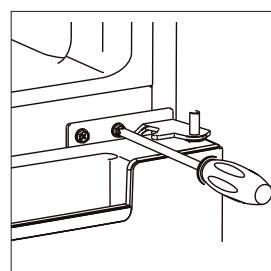
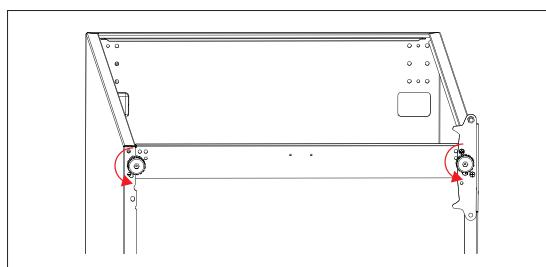

Fig. 8
Fig. 9
- ▶ Fjern det mellemste hængsel (6) ved at løsne skruerne (fig. 8). Fjern ligeledes spændeskiverne, og læg dem et sikkert sted til senere anvendelse.
- ▶ Løft fryseskabsdøren (7) af det nederste hængsel, og stil den til side sikret mod væltning, på et blødt underlag for at undgå ridser.
- ▶ Fjern blindpropstenen fra hængselsbøsningen på venstre side af fryseskabsdøren (7), ved at du f.eks. løfter den ud med en kærvskruetrækker. Anbring blindpropstenen i hængselsbøsningen på højre side igen.
- ▶ Skru apparatfodderne (9) af ved at dreje mod urets retning (fig. 9).